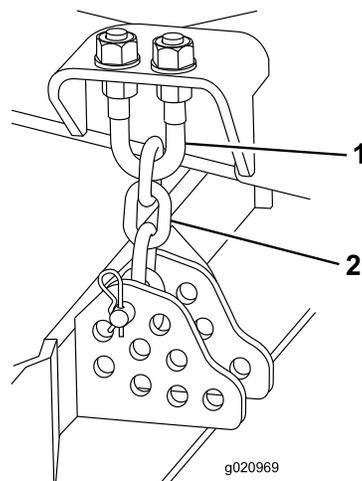

Figura 91
1. Afloje las contratuercas de la parte superior o inferior del perno en U de la cadena de altura de corte (Figura 91).